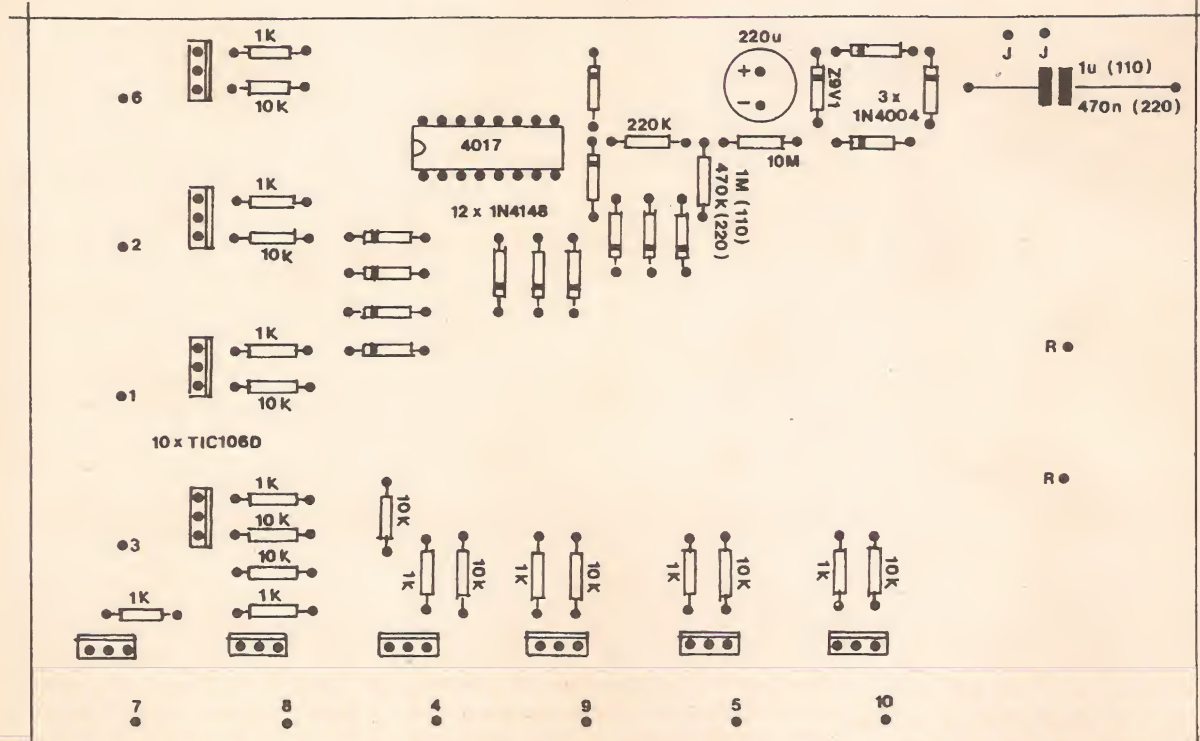

Fig.3
- FIG. 3 - CHAPEADO DA MONTAGEM - A face não cobreada da placa mostra, com todos os necessários detalhes, informações quanto a códigos de componentes, valores, polaridades e posições das peças... Notar que *muitos* dos componentes são *polarizados*, exigindo posição única e certa para inserção e soldagem à placa... Qualquer inversão no posicionamento ou orientação dos terminais de tais peças, redundará no *não funcionamento* do circuito, em danos ao próprio componente, e até em perigosas *queimas* de trilhas e ilhas cobreadas (nunca esquecendo que estaremos lidando com níveis consideráveis de energia, em vários setores da placa/circuito...). Então, vamos analisar, um a um, tais componentes polarizados e as informações quanto ao seu posicionamento:
- Observar no diagrama anterior (FIG. 3) que várias ilhas/furos, todos codificados com letras ou números, foram deixados aparentemente sem ligação... Destinam-se tais pontos justamente às conexões externas à placa, agora detalhadas: